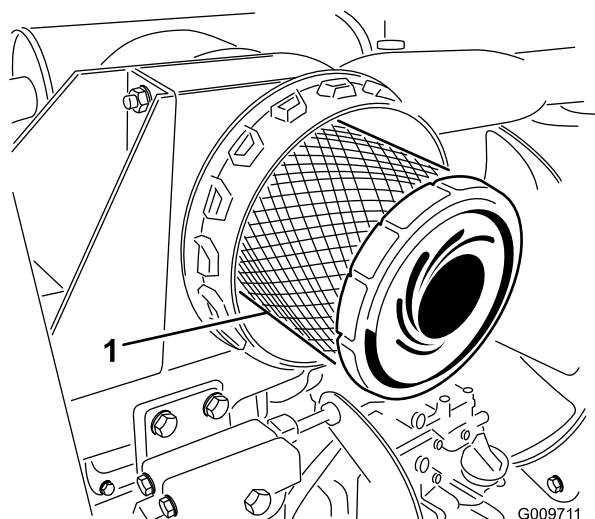

Figure 34
3. Déposez et remplacez le préfiltre (Figure 34).